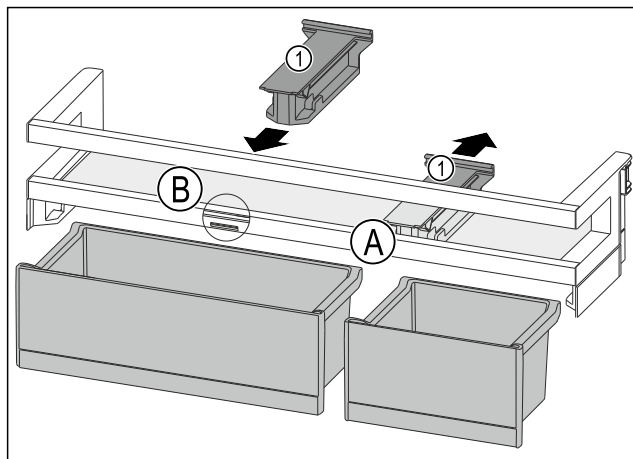

Fig. 196
- Držák Fig. 196 (1) v poloze Fig. 196 (A) stáhněte dozadu.
- Držák Fig. 196 (1) vložte v poloze Fig. 196 (B).